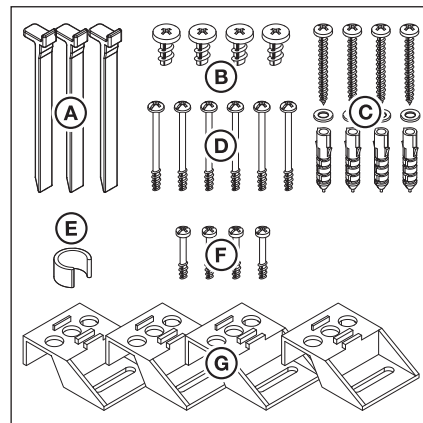

Abb. 3-4: Zubehörbeutel Steuerungsgehäuse
- Montage des Gehäuses mit Montagefüßen auf Stahlblech erfolgt durch die mitgelieferten Blechschrauben für die Dübel (siehe Abb. 3-4 (C)) und die Unterlegscheiben (vorbohren mit 3,5 mm).